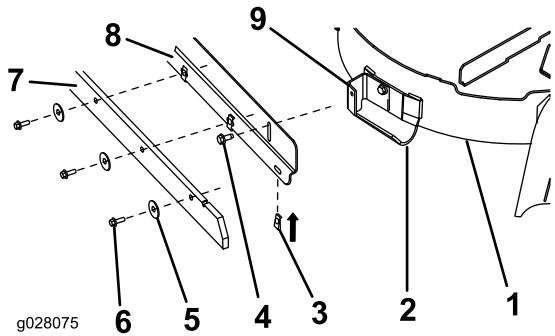

Figure 2
1. Alignez l'écrou à clip de telle manière que le côté plat soit orienté à l'opposé du tablier de coupe (Figure 2).
2. Positionnez le racloir sur la bride de racloir du support de traçage (Figure 2).
3. Fixez le racloir au support avec les 4 vis à tête hexagonale (5/16 x 3/4 pouce) et 4 rondelles, comme montré à la Figure 2.